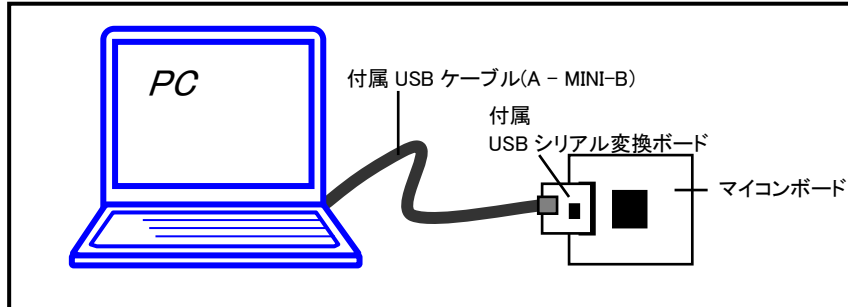

図 3-2 接続設定図
- ②付属の USB-ADAPTER と USB ケーブル(A - MINI-B)を接続してください。
- ③②で準備した USB ケーブル(A - MINI-B)を PC と接続してください。
- ④②で準備した USB-ADAPTER をマイコンボードのフラッシュインタフェース(20pin コネクタ)に接続してください。
- ⑤DC 電源(2P)より 5V 電源を投入してください。
※②～④の接続設定については「図 3-2 接続設定図」をご参照ください